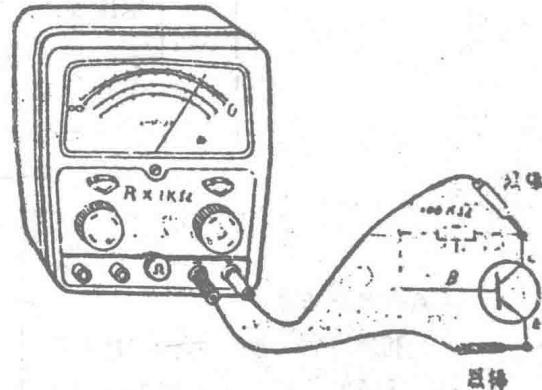

图 1-3
### (1) $I_{CEO}$ 和 $\beta$ 的粗测：(见图1-3)